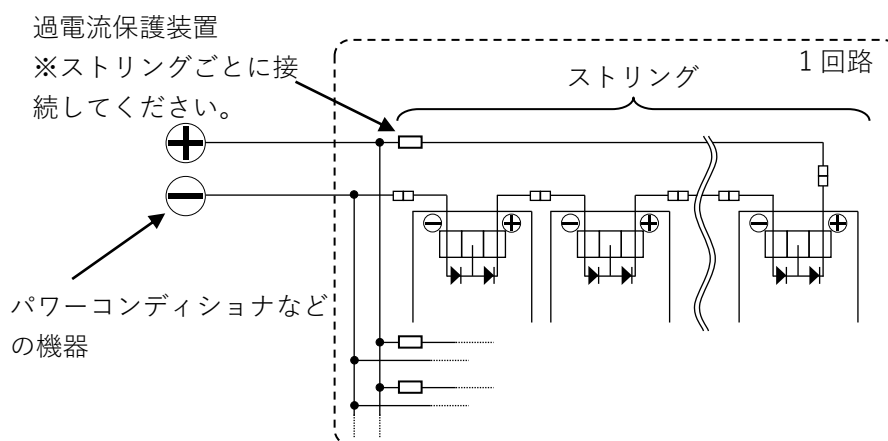

図 12. 3 本以上のストリングを並列接続する場合
## ② 3 本以上のストリングを並列接続する場合（図 12）；